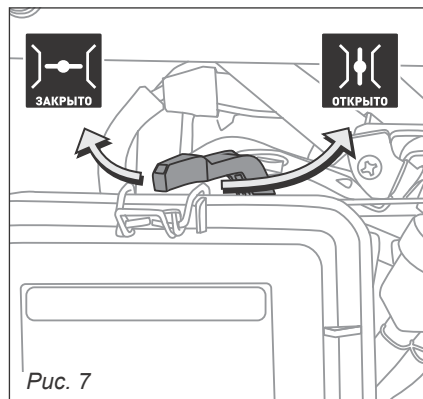

Рис. 7
- Поверните рычаг воздушной заслонки в положение «ЗАКРЫТО» (рис. 7).
Чтобы остановить двигатель в случае крайней необходимости, поверните переключатель в позицию «ВЫКЛ» (см. рис. 7).